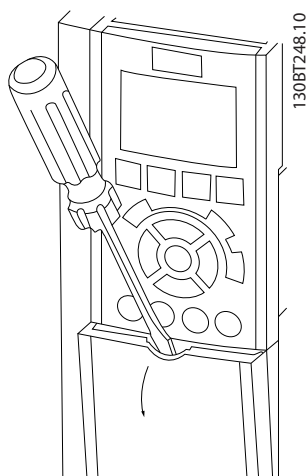
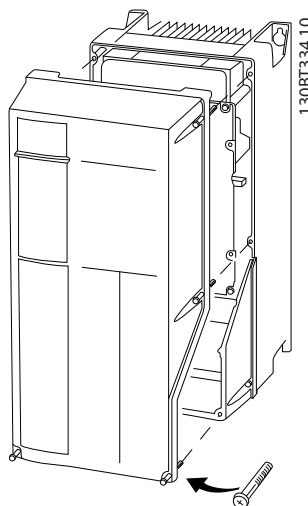

Bild 4.4 Åtkomst till kablar för IP20- och IP21-kapslingar
Bild 4.5 Åtkomst till kablar för IP55- och IP66-kapslingar
1. Ta bort skyddet med en skruvmejsel (se Bild 4.4) eller genom att lossa fästskruvarna (se Bild 4.5).